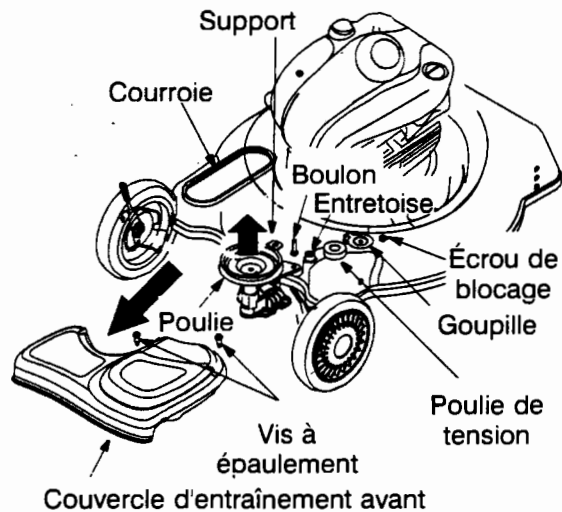

Figure 14
- Enlevez les deux vis à épaulement qui se trouvent sur le dessus du plateau de coupe et qui retiennent le couvercle d'entraînement avant sur le plateau de coupe. Voir la Figure 14.
- Démontez le couvercle d'entraînement avant du plateau de coupe en poussant légèrement sur les côtés du couvercle sur les supports de réglage de la hauteur. Voir la Figure 14.
- Dégagez la poulie de tension de son support en utilisant une clé et une douille de 7/16 po. Voir la Figure 14.
- Dégagez la courroie de la transmission. Voir la Figure 14.